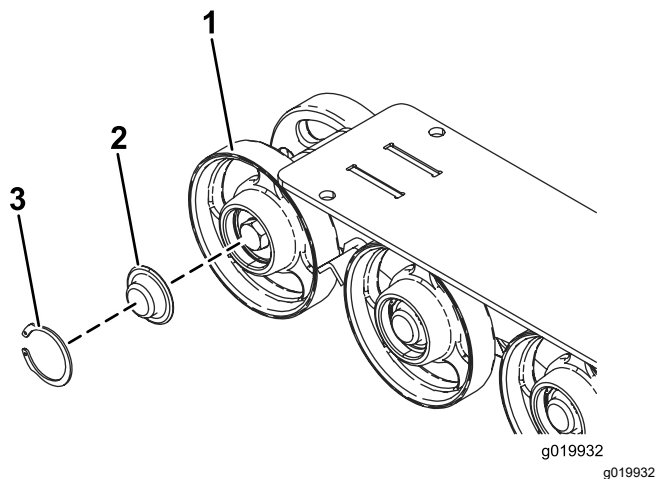

Figure 49
5. Déposez le circlip et le chapeau d'un galet de roulement (Figure 49).
6. Vérifiez la graisse sous le chapeau et autour du joint (Figure 49). Si elle est encrassée, granuleuse ou en quantité insuffisante, enlevez toute la graisse, remplacez le joint et ajoutez de la graisse neuve.
8. Placez le chapeau de galet de roulement sur la tête du boulon (Figure 49).
9. Fixez le chapeau avec le circlip (Figure 49).